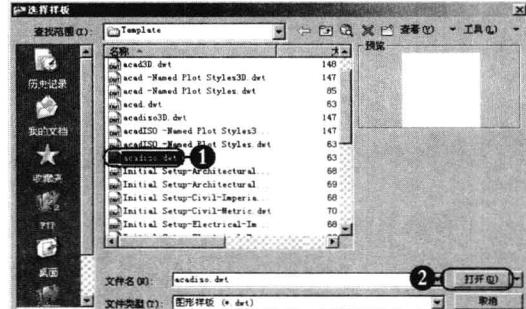

图 1-14 选择基础样板
**步骤 ①** 单击【标准】工具栏上的 $\square$ 按钮, 在打开的【选择样板】对话框中选择图 1-14 所示的样板作为基础样板, 创建公制单位的空白文件。